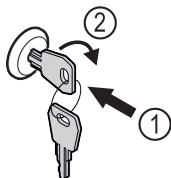

Fig. 207
- Vstavite ključ. Fig. 207 (1)
- Ključ obrnite v smeri urnih kazalcev za 90°. Fig. 207 (2)